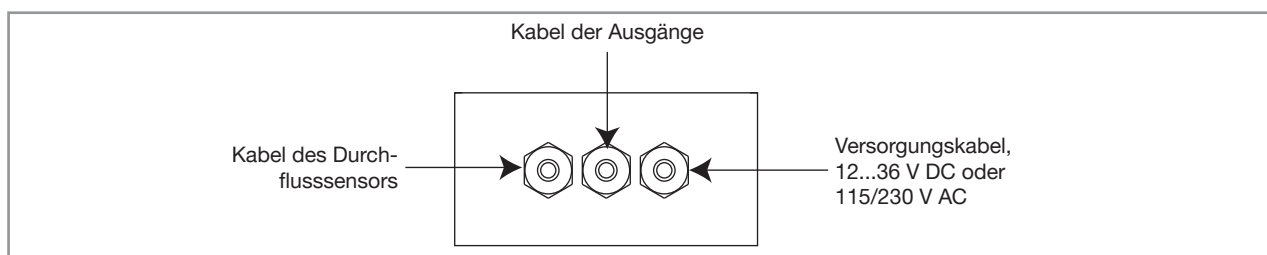

Bild 45: Verwendung der Kabelverschraubungen
- Jedes Kabel durch eine Überwurfmutter, dann durch eine Kabelverschraubung führen, dabei auf die Belegung der Kabelverschraubungen in Bild 45 achten.